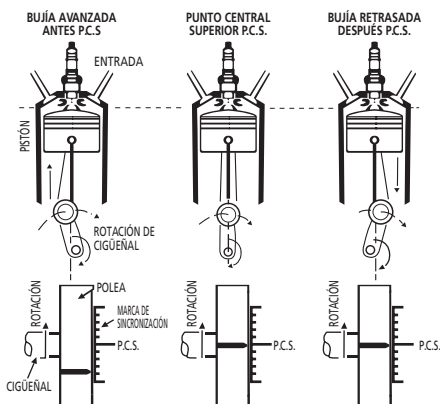

FIGURA 1.
A fin de quemar completamente la mezcla de aire y gasolina en los cilindros del motor, mucha de las veces la sincronización es tal que la chispa ocurre varios grados antes del punto muerto central superior (por ejemplo 4 grados BTDC (Antes del punto muerto central superior) para asegurar que se obtenga el poder máximo de explosión. Vea figura 1. Los fabricantes usan dos términos adicionales describiendo la sincronización, estos son "Adelantado" y "Retardado".
Como se muestra en la figura 1, cuando el tiempo esta adelantado la chispa va a ocurrir antes de que el pistón alcance el tope superior del cilindro del motor (BTDC).
1. Localice la marca de sincronización (ver figura 1) y remueva la grasa y la suciedad de la marca del apuntador. Puede ayudar el usar gis blanco o pintura blanca sobre la marca para hacerla más visible.